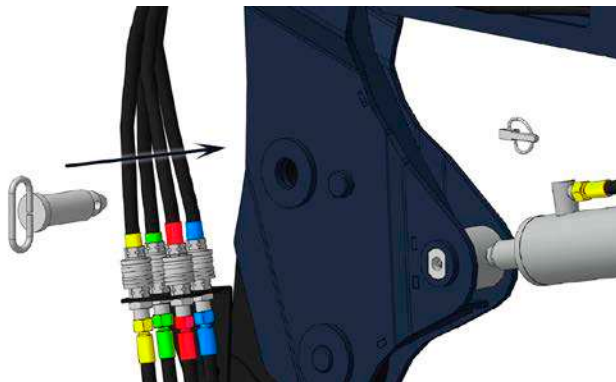

Рис. 2.11 – Вставка фиксатора (кроме Универсал Premium)
- Вставьте фиксаторы в пятки и зашплинтуйте их (рис. 2.11). Для погрузчика Premium при повороте пятки ось ручки фиксатора коснется кронштейна стойки подрамника и сойдет с ручки, под действием пружины палец зафиксирует пятку на стойке.